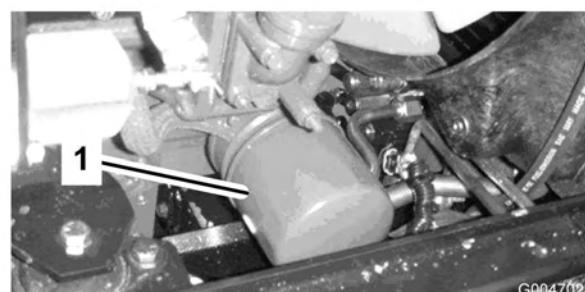

Figura 50
2. Togliete il filtro dell'olio (Figura 50). Applicate un velo di olio pulito sulla tenuta del nuovo filtro prima di avvitarla. **Non serrate troppo.**